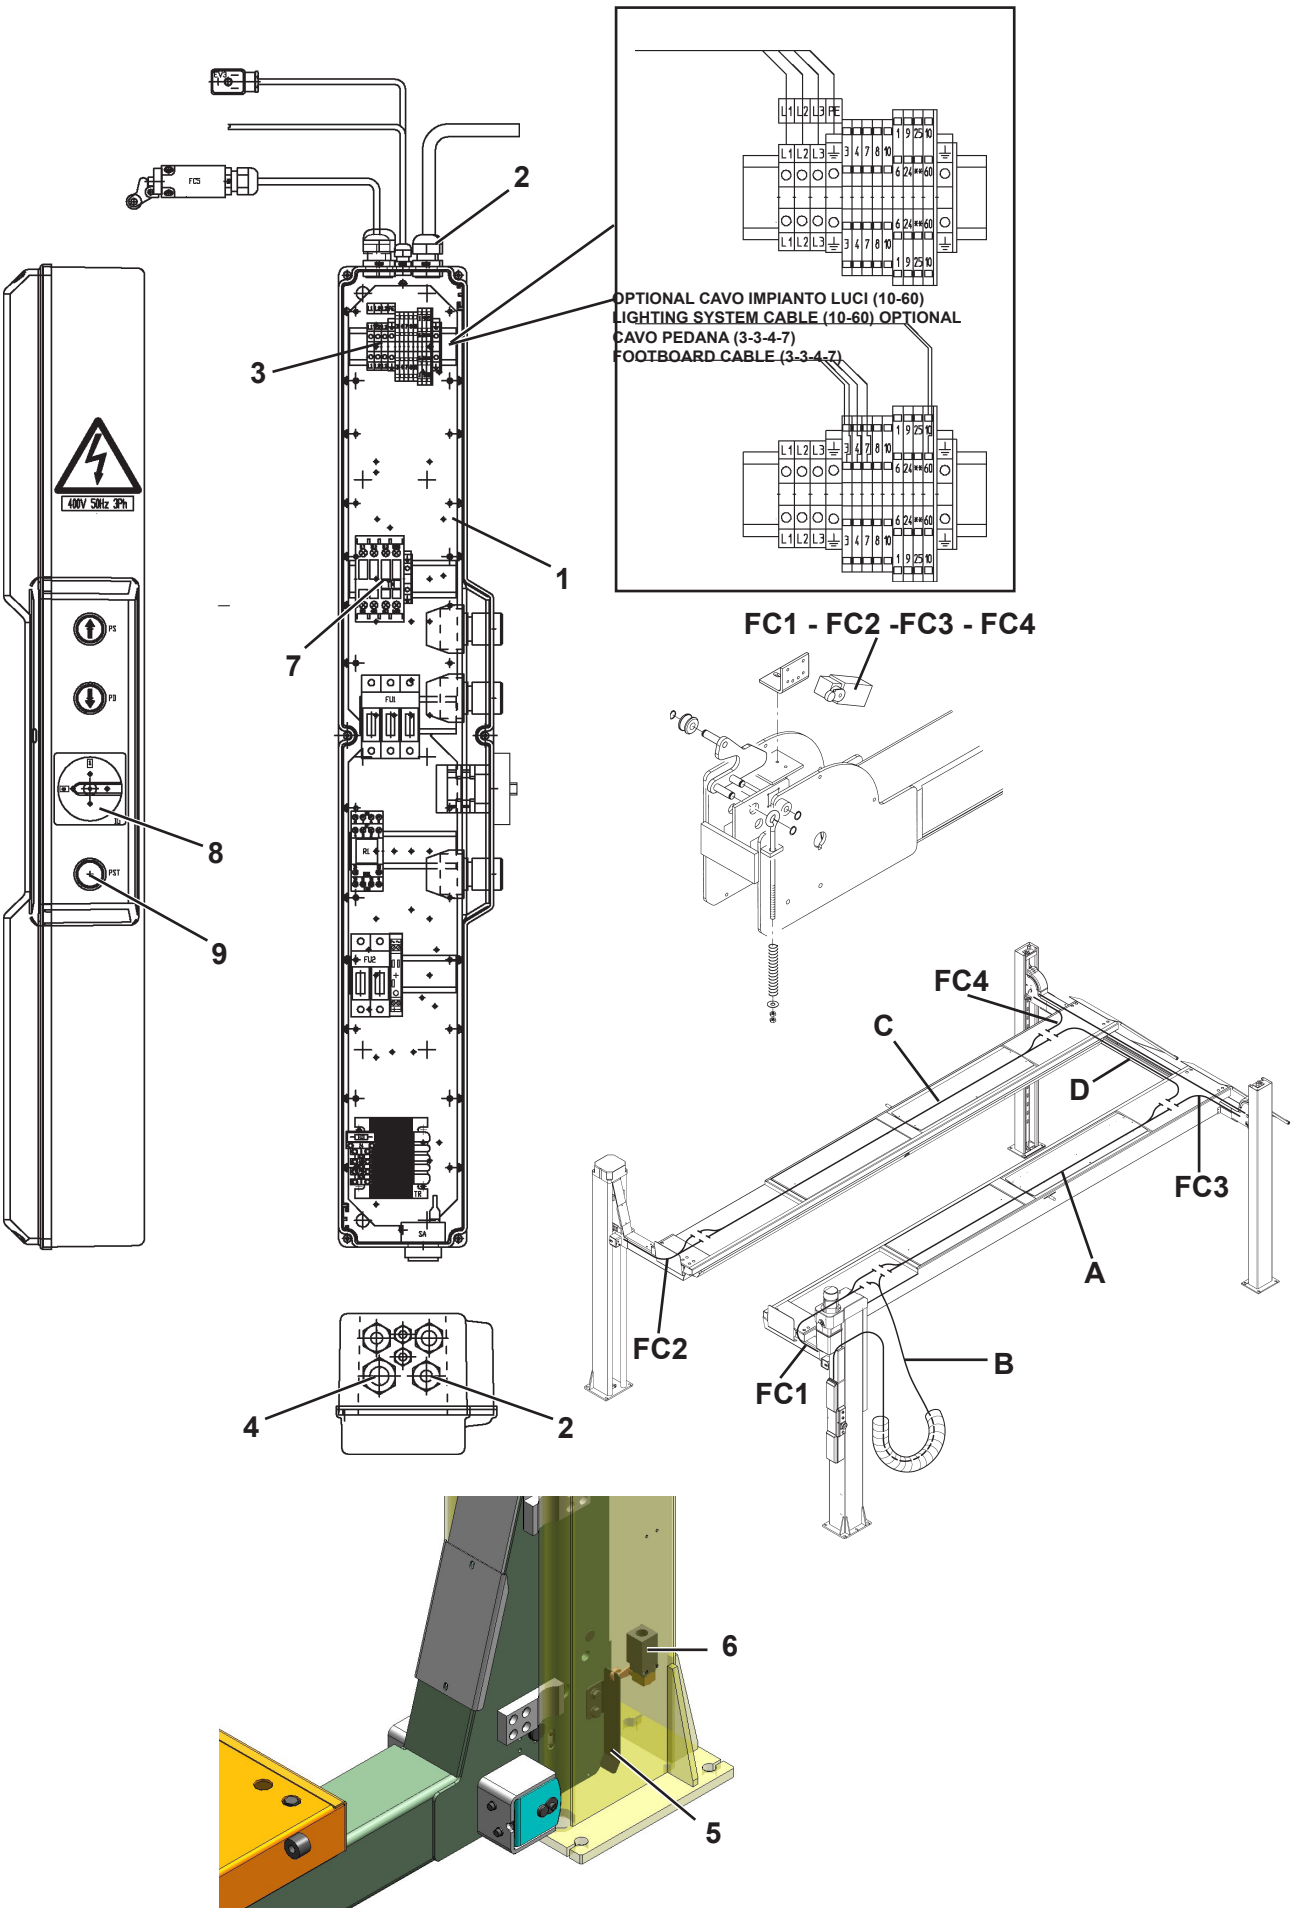

Fig. 18
Con riferimento alla Fig.17 e Fig.18:
- Mettere in tensione la linea di alimentazione e ruotare l'interruttore generale (9 Fig.17) - (8 Fig.18) in posizione "1". Premere sul bottone del teleruttore e controllare che il senso di rotazione del motore sia corretto. Se ciò non si verifica invertire due fasi nel cavo di alimentazione.
- Premere sul bottone del teleruttore e staccare la piattaforma dai cavalletti, quindi riportare l'interruttore generale (9 Fig.17) - (8 Fig.18) in posizione "0". Richiudere la scatola comandi (1).
- Portare l'interruttore (9 Fig.17) - (8 Fig.18) in posizione "1" e premere il pulsante di stazionamento (10 Fig.18) - (9 Fig.18) per arrestare la piattaforma in appoggio sulle aste asolate. Togliere i cavalletti da sotto la piattaforma.
Please refer to Fig.17 and Fig.18:
- Power the supply line and turn main switch (9 Fig.17) - (8 Fig.18) to "1". Press remote control switch push button, and make sure that motor direction of rotation is correct. If this is not the case, reverse phases inside the power cable.
- Press the contactor button and detach platform from stands. Set main switch (9 Fig.17) - (8 Fig.18) back to "0" and close the control panel (1).
- Turn main switch (9 Fig.17) - (8 Fig.18) to "1" and press the hold button (10 Fig.17) - (9 Fig.18) to hold platform in the elevated position on the racks. Remove stands from underneath the platform.
Unter Bezugnahme auf die Abb. 17 und Abb.18:
- Das Versorgungskabel mit Spannung beaufschlagen, dann den Hauptschalter (9 Fig.17) - (8 Fig.18) in die Position "1" drehen. Die Taste am Fernschalter drücken und kontrollieren, ob die Drehrichtung des Motors korrekt ist. Sollte dies nicht der Fall sein, zwei Phasen des Versorgungskabels umstecken.
- Die Taste des Fernschalters drücken und die Plattform so von den Brücken abheben, daraufhin den Hauptschalter (9 Fig.17) - (8 Fig.18) in die Position "0" bringen. Den Steuerkasten (1) wieder schließen.
- Den Schalter (9 Fig.17) - (8 Fig.18) auf die Position "1" bringen, dann die Taste für die Stillstandsteuerung (10 Fig.17) - (9 Fig.18) drücken und so die Plattform in Auflage an den
Avec référence à la Fig.17 et Fig.18:
- Mettre la ligne d'alimentation sous tension et tourner l'interrupteur général (9 Fig.17) - (8 Fig.18) sur "1". Appuyer sur le bouton du télérupteur et vérifier que le sens de rotation du moteur est correct. Dans le cas contraire, invertir deux phases du câble d'alimentation.
- Appuyer sur le bouton du télérupteur et détacher la plateforme depuis les tréteaux; puis ramener l'interrupteur général (9 Fig.17) - (8 Fig.18) en position "0". Refermer la boîte à commandes (1).
- Porter l'interrupteur (9 Fig.17) - (8 Fig.18) en position "1" et appuyer sur le bouton de stationnement (10 Fig.17) - (9 Fig.18)
Referencia Fig.17 y Fig.18:
- Suministrar corriente a la línea de alimentación y girar el interruptor general (9 Fig.17) - (8 Fig.18) en posición "1". Presionar el botón del telerruptor y controlar que el sentido de rotación del motor sea correcto. De lo contrario, invertir dos fases del cable de alimentación.
- Presionar el pulsante del telerruptor y desconectar la plataforma de los soportes, posicionar nuevamente el interruptor general (9 Fig.17) - (8 Fig.18) en "0" y cerrar la caja de mandos (1).
- Posicionar el interruptor (9 Fig.17) - (8 Fig.18) en "1" y presionar el pulsante de estacionamiento (10 Fig.7) - (9 Fig.18) para detener la plataforma en apoyo con las varillas ojaladas. Quitar los soportes ubicados debajo de la plataforma.